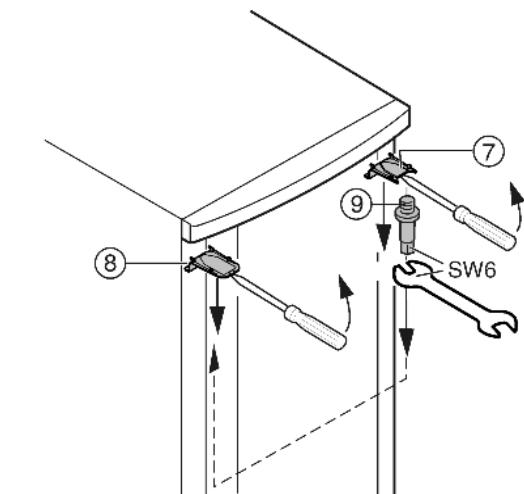

Fig. 7
- Верхнюю крышку Fig. 7 (7) и крышку Fig. 7 (8) с помощью отвертки выведите вперед из фиксатора и снимите, наклоняя вниз.
- Выкрутите опорный палец Fig. 7 (9) и вкрутите на противоположной стороне (**с моментом 4 Нм**).
- Снова установите крышку Fig. 7 (7) на стороне опорного пальца: насадите сзади, защелкните спереди.
- Установите крышку Fig. 7 (8) на противоположной стороне: насадите сзади, защелкните спереди.
- ▶ Подвесьте верхнюю часть двери на опорный палец *Fig. 7* (9).